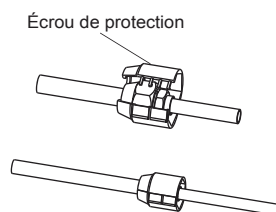

Fig. 5-5
- L'écrou de protection est une pièce à usage unique, il ne peut pas être réutilisé. S'il est enlevé, il doit être remplacé par un nouveau (voir Fig. 5-5).